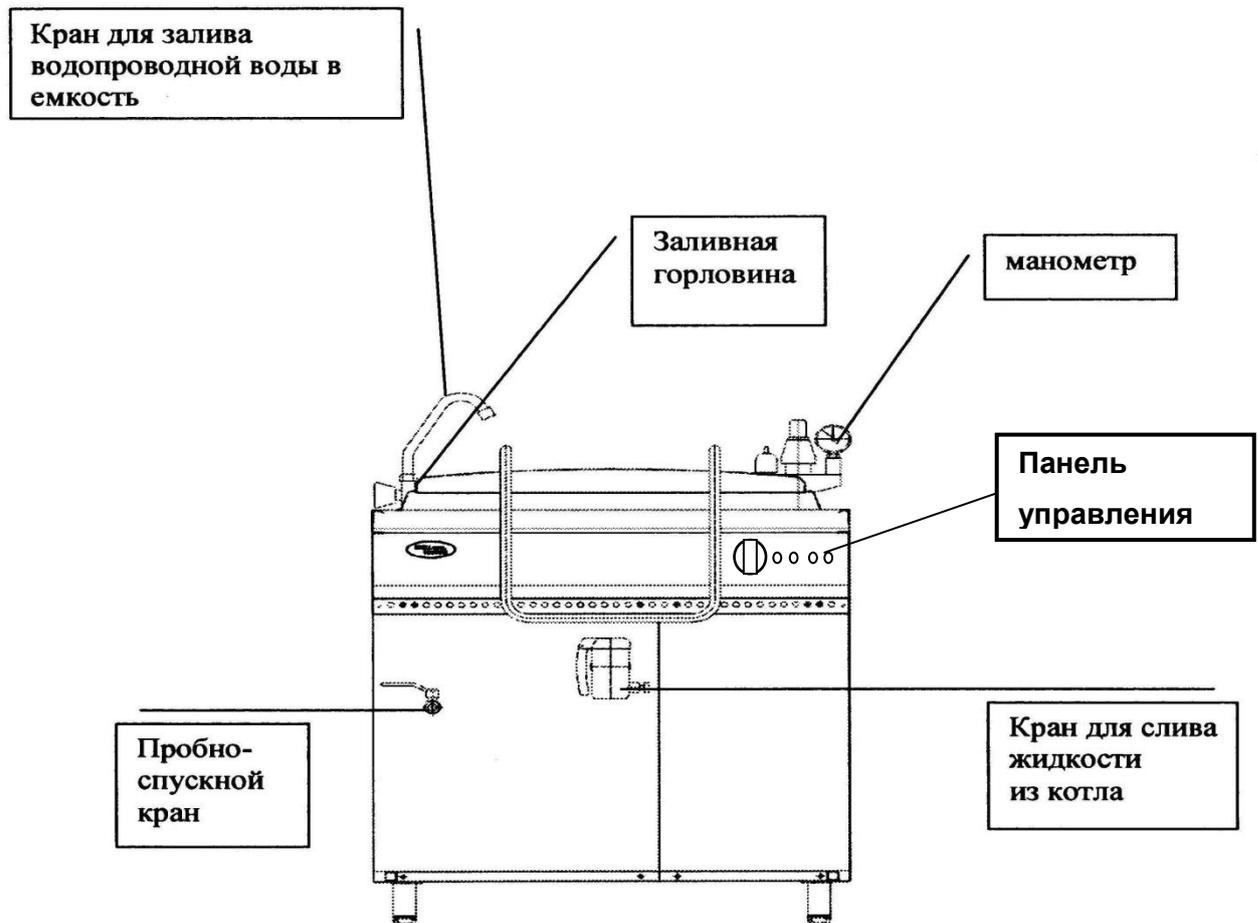

Рис. 1
5.1. Основные части изделия указаны на рис.1.
- открываем пробно - пусковой кран (рис.1), если из него не течет вода, то котел не готов к работе. Доливаем воду в рубашку согласно п. 7.5.